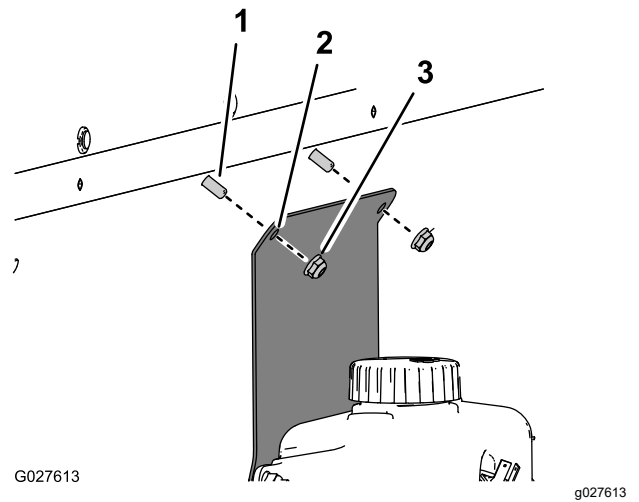

Bild 19
6. Befestigen Sie die Halterung für die Waschflasche und den Behälter für die Scheibenwaschanlagenflüssigkeit (Bild 19) an den 2 Schlossschrauben ($\frac{1}{4}$ " x $1\frac{1}{4}$ ") mit den 2 Sicherungsmuttern ($\frac{1}{4}$ ").